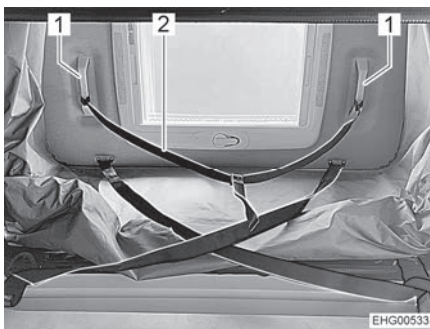

Bild 67 Hjälpremmen
- Dra långsamt ned det uppfällbara taket två tredjedelar ned med hjälpremmen (Bild 67,2) tills det uppfällbara taket stannar av sig självt. Observera:
- Dra helt ned det uppfällbara taket med de två bygelhandtagen (Bild 67,1) tills man hör att sidan låses.